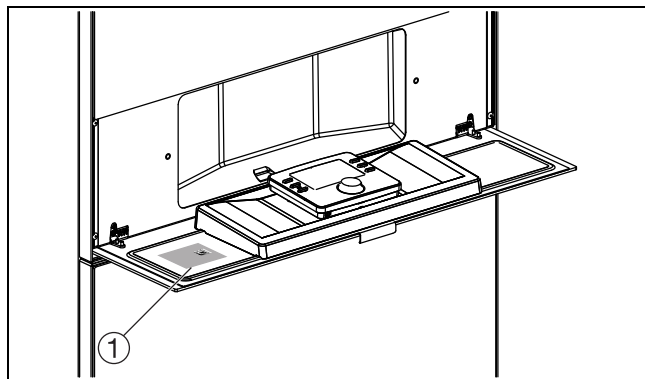

Bild 37 Typenschild des IP-Moduls
- Den werkseitig voreingestellten Loginnamen und das Passwort eingeben (auf dem Typenschild des Moduls aufgedruckt und in der Nähe des Wärmepumpenregelung angebracht, Abb. 37). Als einfachere Alternative kann auch der QR-Code gescannt werden.
- Das Typschild des neuen Moduls in der Nähe der Wärmepumpenregelung anbringen (Abb. 37).